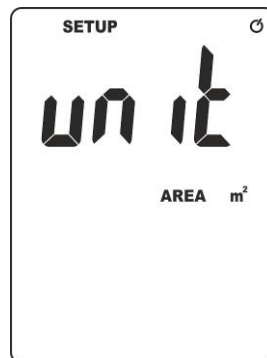

Abb. 3: Einstellung der Messeinheit der Fläche des Kanals
2. Drücken und halten Sie (>2s) die Taste /SET zum Öffnen in den Einstellmodus. Die Bildschirmseite mit der Angabe der Messeinheit der aktuell eingestellten Fläche des Kanals wird im Display angezeigt (siehe Abb. 3):